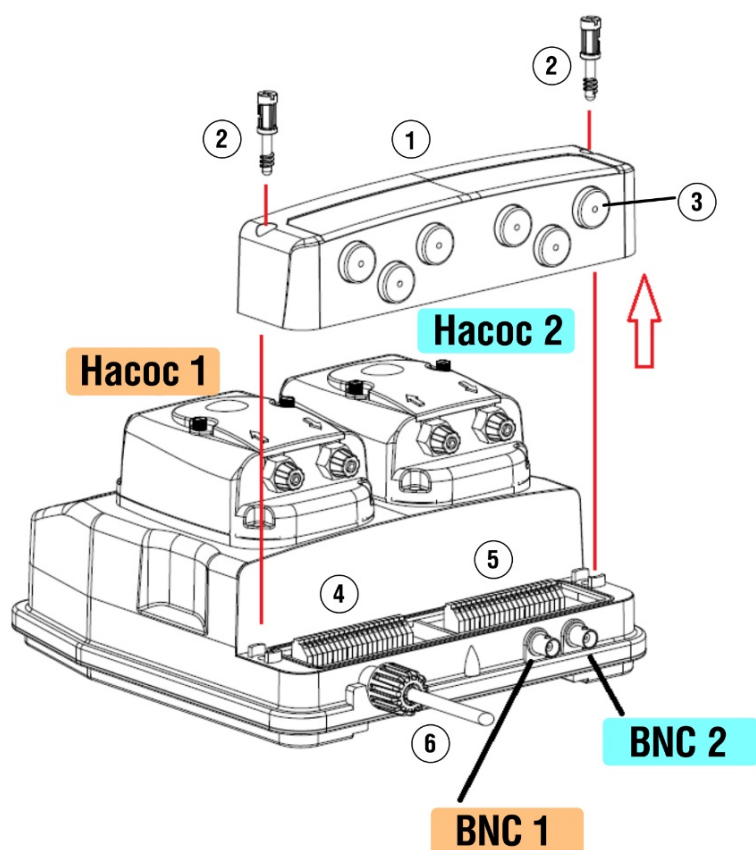

Рис. 15
Для подключения внешних устройств и аксессуаров снимите крышку клеммной колодки (1), используя отвертку с прямым шлицем (ширина шлица – не менее 5 мм.) открутив два фиксирующих пластиковых винта (2) (см. Рис. 15)